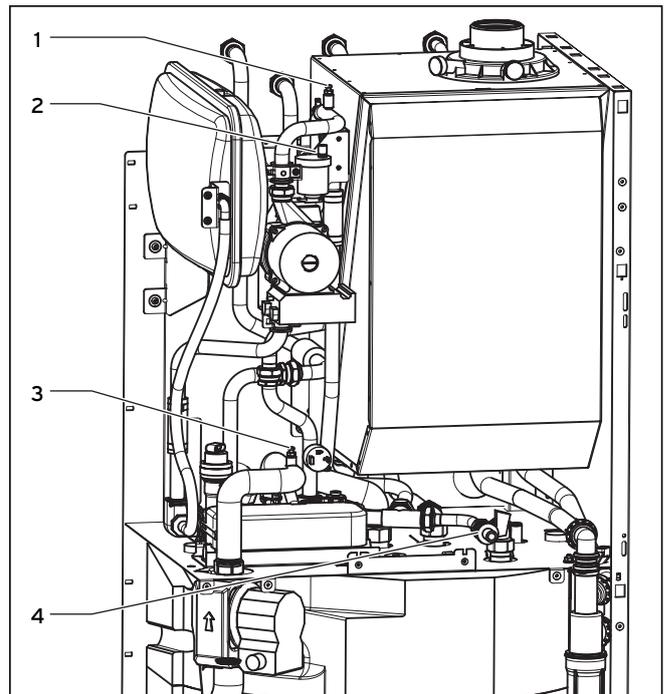

Abb. 6.1 Kesselfüll- und Entleerungseinrichtung (abgebildet VSC 126-C 140/196-C 150)
- Entlüften Sie das Gerät warmwasserseitig über den Entlüftungsnippel (3) am Rohr zwischen Pumpe und Sekundär-Wärmetauscher, siehe Abbildung 6.1.